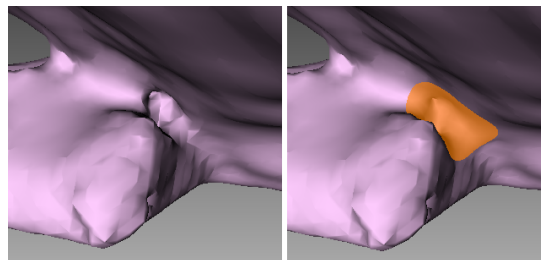

Рис. 8.11: До сглаживания (слева) и сглаживание плохо отсканированного участка (справа)
6. Удерживайте ЛКМ и покрасьте участок поверхности, чтобы применить к нему сглаживание. Инструмент сгладит все выделенные области (см. Рис. 8.11, справа).